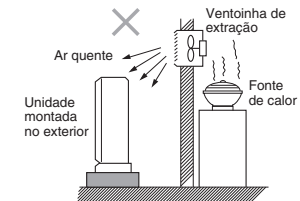

Fig. 2-1
- Fontes de calor e exaustores, etc. (Fig. 2-1)